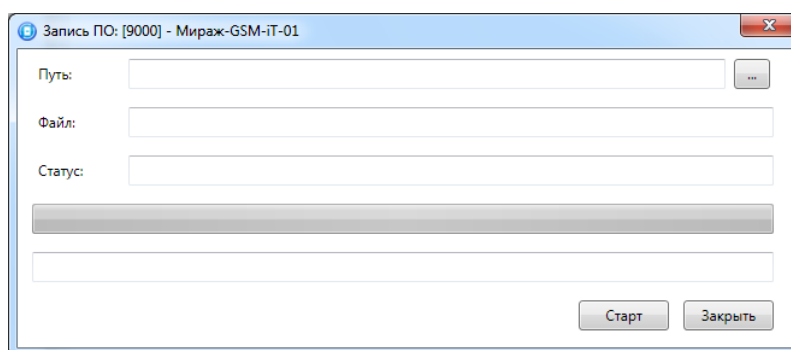

Рис. 8.3. Окно *Запись ПО*
3. В открывшемся окне *Запись ПО* (рис. 8.3) укажите путь к файлу встроенного ПО на вашем ПК (файл имеет расширение **.sbin**) и нажмите кнопку *Старт*.